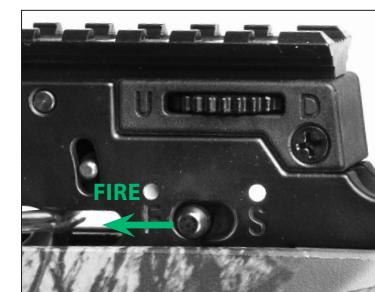

FIGURE 3
3. Deslice el interruptor de seguridad de la posición de activado ("ON SAFE") a la posición de Fuego ("FIRE") (Fig. 3)